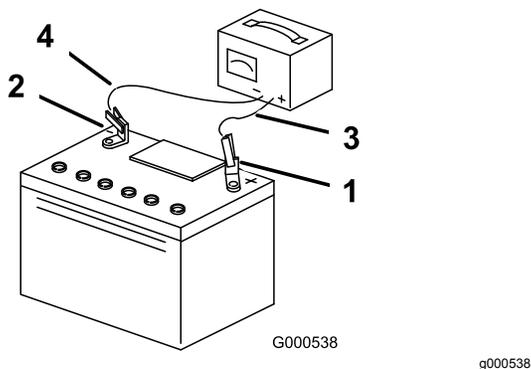

Figure 75
5. Quand la batterie est chargée au maximum, débranchez le chargeur de la prise, puis débranchez les fils du chargeur des bornes de la batterie (Figure 75).